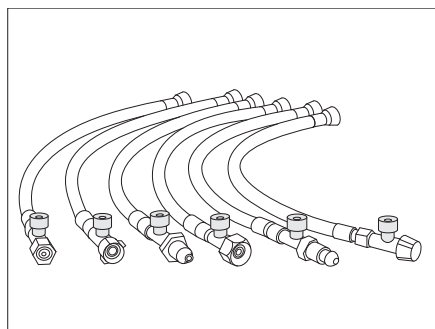

Fig. 163 Mangueras de alta presión con dispositivo de seguridad en caso de rotura de manguera (variantes país específicas)
- Presionar con fuerza el botón verde en la manguera de alta presión (Fig. 163).